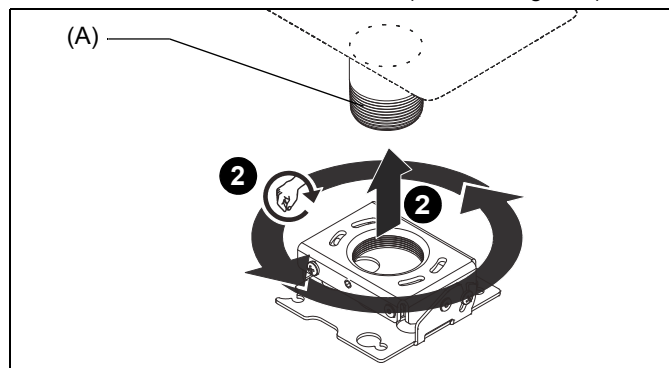

Figura 9
2. Alinee el soporte para proyector con el extremo del tubo fijo (A) de 3", enrosque en sentido antihorario el soporte para proyector en el tubo hasta que ajuste, de manera que coincidan al menos cuatro roscas. (Consulte Figura 9)